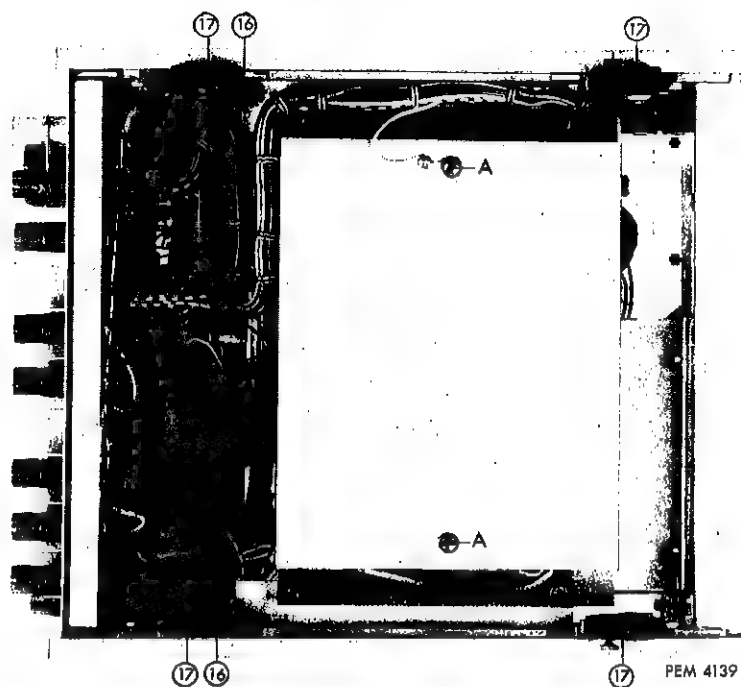

Fig. 16. Vue inférieure (plaque de fond retirée)
- Oter les deux vis "A" (fig. 16) et retirer la plaque de blindage inférieur.
- Oter les quatre vis "B" (fig. 16).